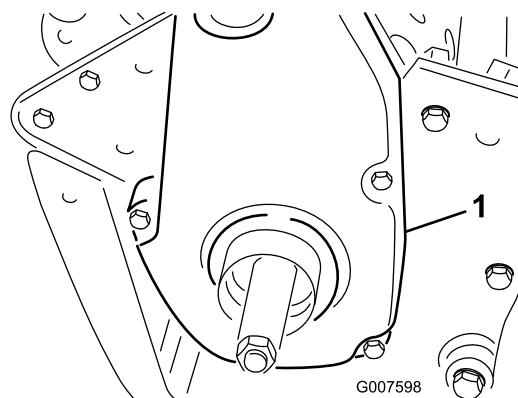

Рисунок 36
1. Снимите детали крепления и крышку ремня, чтобы открыть ремень (Рисунок 36).